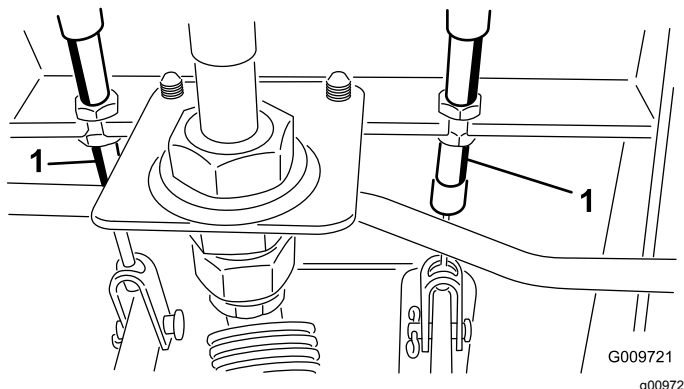

Figura 51
- A. Afloje la tuerca delantera del extremo roscado del cable de freno (**Figura 51**).